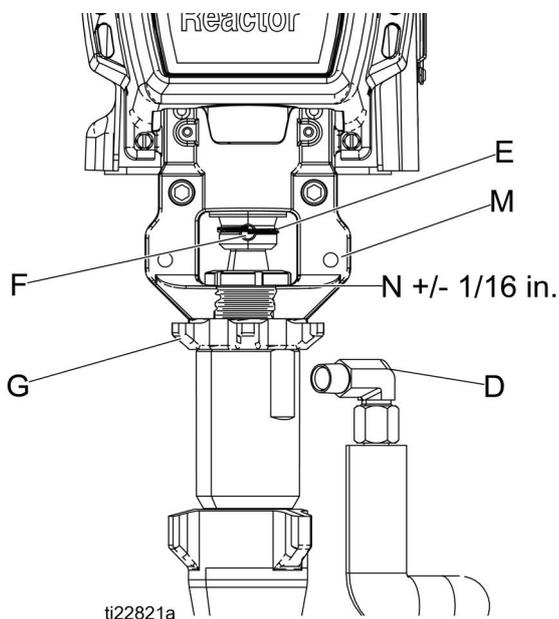

FIG. 3
1. S'assurer que le contre-écrou (G) est bien vissé sur la pompe en orientant le côté plat vers le haut. Visser la pompe sur le boîtier de coussinet (M) jusqu'à ce que les orifices de la broche soient alignés. Enfoncer la broche (F). Tirer le clip (E) du câble de retenue vers le bas. Consulter la FIG. 3 pour une vue et des notes de montage.
2. Continuer à visser la pompe dans le boîtier jusqu'à ce que la sortie de fluide (D) soit en face du tuyau d'acier et que les filetages supérieurs soient à +/- 2 mm (1/16 po.) de la face des roulements (N).
3. Serrer l'écrou (G) en frappant avec force avec un marteau anti-étincelles.
4. Rebrancher l'entrée (C) et la sortie (D) de fluide.
6. S'assurer que le contre-écrou en étoile (G) est vissé sur la pompe avec le côté plat orienté vers le haut. Tourner et sortir avec précaution la tige de piston sur 51 mm (2 po.) au-dessus de la coupelle.